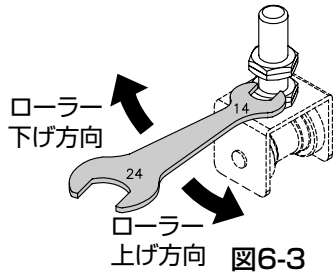

図6-3
- ③ ①で差込んだ対辺14スパナでシャフトを回転し、上下調整を行なってください。(図6-3参照)